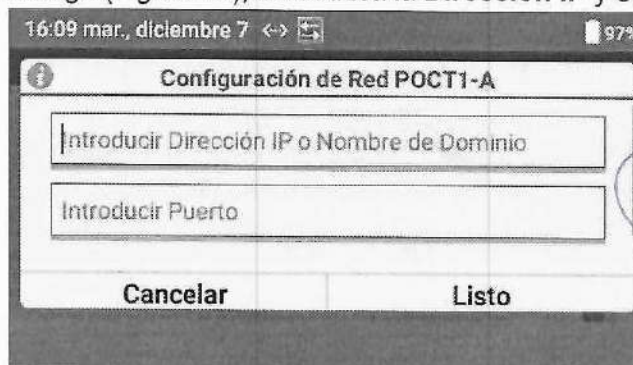

Figura 31: Configurar Configuración de Red POCT1-A
- 3 En el cuadro de diálogo (*Figura 31*), introduzca la **Dirección IP** y el **Puerto**.